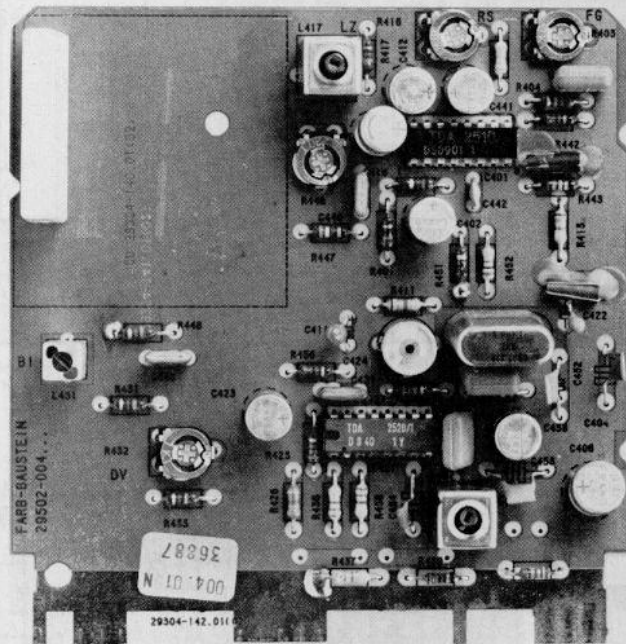

Bild 1
4. Es fehlt eine Einrichtung zur Bildrücklaufauftastung, denn dies erfolgt jetzt im RGB-Baustein. (Bild 1 zeigt die Bestückungsseite der Leiterplatte).